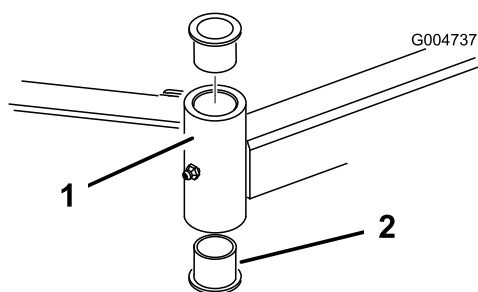

Figure 84
4. Insérez un chasse-goupille dans le haut ou le bas du tube de montage et chassez la bague hors du tube (Figure 84). Chassez ensuite l'autre bague. Nettoyez l'intérieur des tubes de montage.